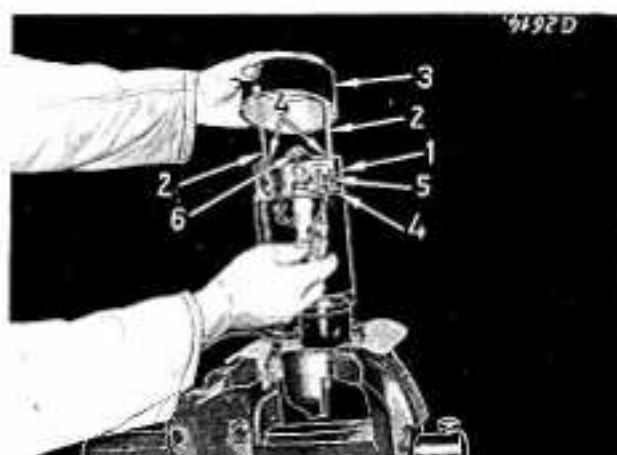

Bild 258
Rundschnurringe (4) Bild 258 erneuern.
Zur Kontrolle des Ankerlängsspiels zunächst Gehäuseschrauben (2) Bild 258 ohne Schutzkappe ansetzen und über Kreuz festziehen.